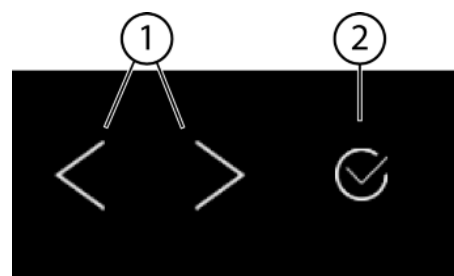
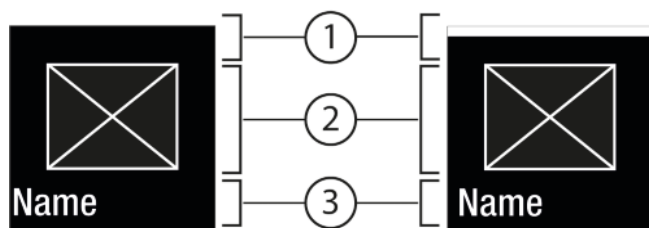
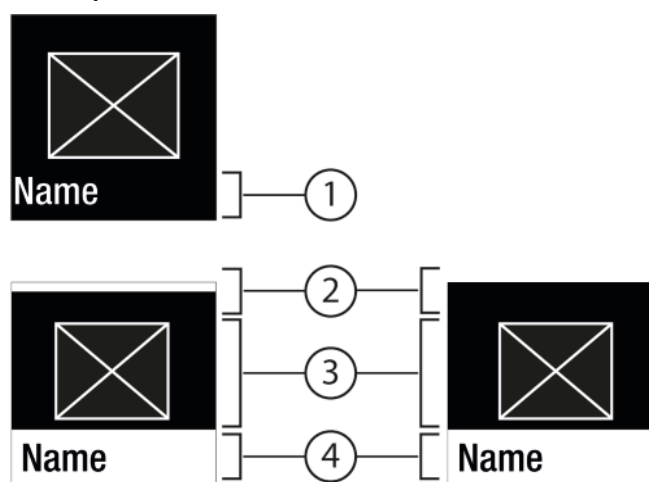

Fig. 5
Fig. 6
Fig. 7
(1) Strzałka nawigacyjna lewa / prawa
(2) Potwierdzenie
Strzałka nawigacyjna lewa / prawa Fig. 5 (1):
Potwierdzenie Fig. 5 (2):
- Nawigować przy pomocy strzałki nawigacyjnej w lewo / prawo Fig. 5 (1).
- Przy pomocy potwierdzenia Fig. 5 (2) aktywować Fig. 6 (1) / dezaktywować Fig. 6 (1) funkcję / ustawienie.
- Wywołać podmenu Fig. 5 (2) przy pomocy potwierdzenia Fig. 7 (4).
- Ustawić nowe wartości: Przy pomocy potwierdzenia Fig. 5 (2) wybrać dezaktywowaną wartość Fig. 6 (1).
- Powrót do menu: Przy pomocy potwierdzenia Fig. 5 (2) wybrać już aktywowaną wartość Fig. 6 (2).
- Strzałki nawigacyjne Fig. 5 (1) przyciskać tak długo, aż wyświetli się funkcja.
- Naciśnąć Potwierdzić Fig. 5 (2).
- Przy pomocy strzałki nawigacyjnej Fig. 5 (1) wybrać wartość ustawienia.
- ▷ Na krótko pojawia się w podmenu Fig. 7 (4) Status: aktywowano Fig. 6 (1).
- ▶ Strzałki nawigacyjne Fig. 5 (1) przyciskać tak długo, aż wyświetlą się ustawienia .
- ▶ Nacisnąć Potwierdzić Fig. 5 (2).
- ▶ Strzałki nawigacyjne Fig. 5 (1) przyciskać tak długo, aż wyświetli się żądane ustawienie.
- ▶ Przez 3 sekundy przycisnąć potwierdzenie Fig. 5 (2).